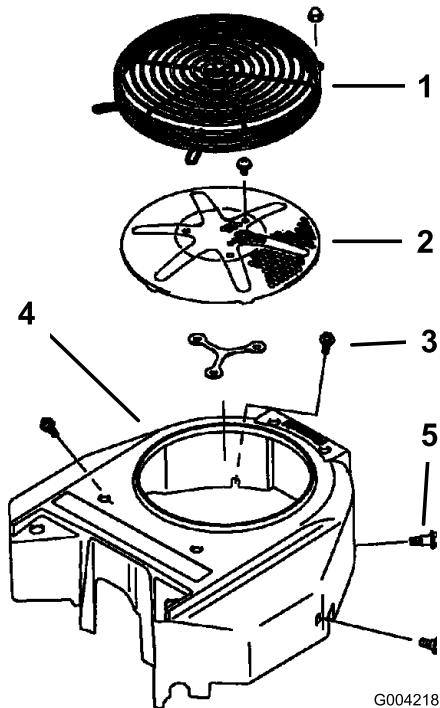

Figure 83
3. Déposez la grille d'entrée d'air, le lanceur et le carter du ventilateur (Figure 83).
5. Remettez la grille d'entrée d'air, le lanceur et le carter du ventilateur (Figure 83).